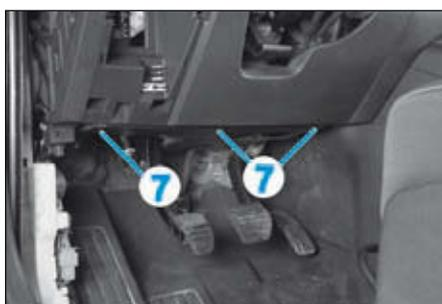

FIG.25
- les agrafes de garniture inférieure (7) (Fig.25),